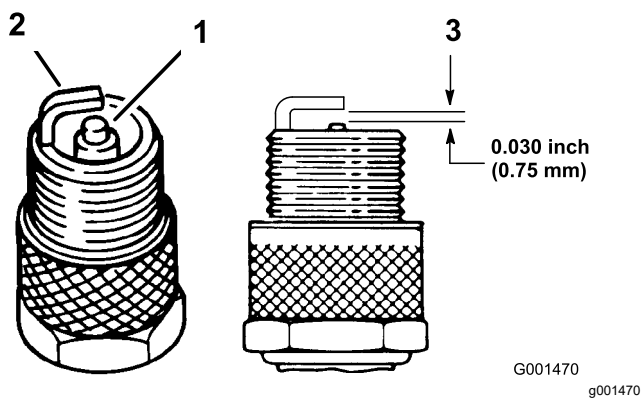

图 20
1. 查看火花塞的中心图 20。如果您看到绝缘体上有浅棕色或浅灰色涂层说明发动机运行正常。如果绝缘体上的涂层是黑色的通常意味着空气滤清器已变脏。
2. 检查中心电极与侧电极之间的空隙图 20。如果空隙不正确请弯转侧电极图 20。
3. 将电线连接到火花塞上图 20。